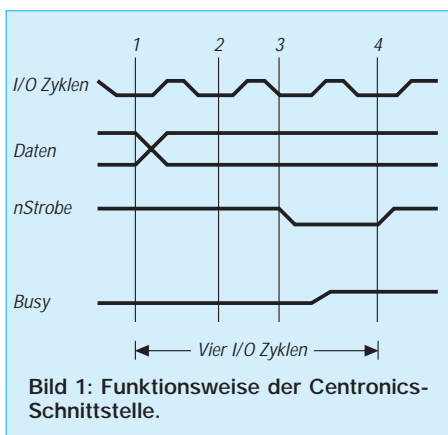

Bild 1: Funktionsweise der Centronics-Schnittstelle.
mal die Funktion der klassischen Centronics-Schnittstelle dargestellt werden. Bild 1 zeigt den Ablauf bei der Ausgabe eines Zeichens oder eines Bytes. Es sind minimal vier CPU-I/O-Zyklen erforderlich. Zunächst wird das Datum in das Datenregister geschrieben (1). Das Busy-Bit im Druckerstatusregister zeigt, ob der Drucker Daten annehmen kann (2). Ist der Drucker bereit, wird Strobe mit Low-Pegel aktiviert (3). Die CPU muß dann Strobe wieder inaktiv schalten (4). Wie man sehen kann, sind eine Menge Ein- und Ausgabebefehle nötig, um ein einziges Zeichen an die Peripherie zu übermitteln. Daraus resultiert die relativ geringe Transfargeschwindigkeit von maximal 150 kHz/s.